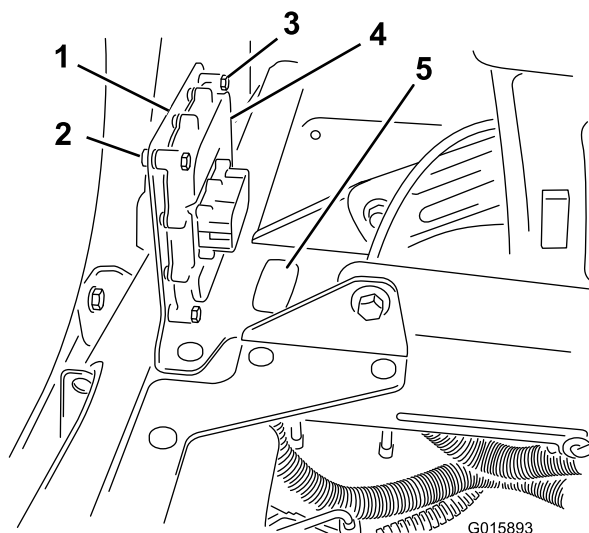

Рисунок 15
1. На модели 5800 удалите выбивную пробку (Рисунок 15).
6. Установите монтажный кронштейн на раму сиденья машины между и позади сидений с помощью имеющихся крепежных компонентов (Рисунок 15).